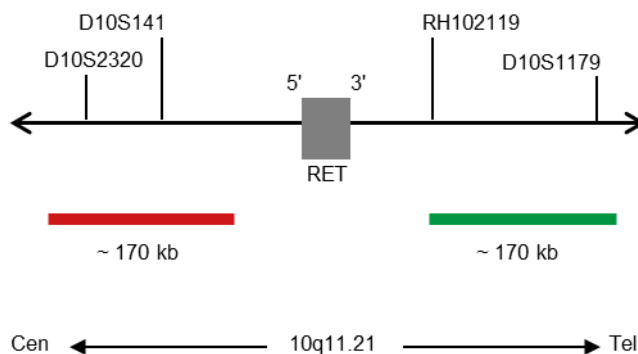

Fig. 1: SPEC RET Cartographie de la sonde (pas à l'échelle)
- Polynucléotides marqués à la digoxigénine (~0,50 ng/μl), qui visent la cartographie des séquences dans 10q11.21* (chr10:43,687,278-43,856,587) distale de la région des points de rupture de RET (voir Fig. 1).
- Polynucléotides marqués aux dinitrophényles (~0,75 ng/μl), qui visent la cartographie des séquences dans 10q11.21* (chr10:43,340,888-43,510,171) proximale de la région des points de rupture de RET (voir Fig. 1).